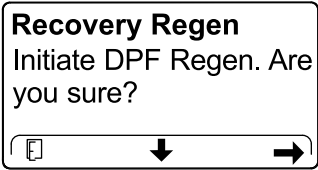

Figura 46
4. En la pantalla INITIATE DPF REGEN (Iniciar regeneración de DPF), pulse el botón derecho para continuar (Figura 46).